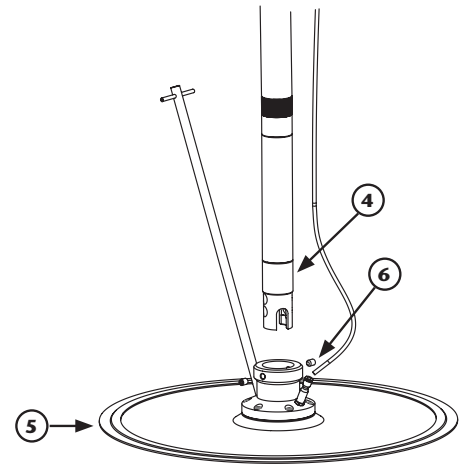

Fig. 4
Si la bomba incluye el plato seguidor (741709, 741710) (fig. 4). Fije la bomba (4) al plato (5) mediante los pernos (6).